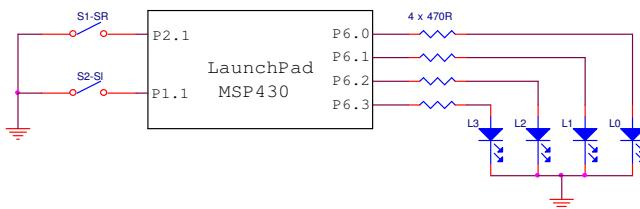

Figura 3.55. Sugestão para conexão de 4 leds ao LaunchPad.
EP 3.19. Este exercício é semelhante ao ER 3.15 que usava um contador de 4 bits construído com 4 *leds*. No presente exercício, não temos um contador, mas uma situação em que sempre há um *led* aceso. Escreva a sub-rotina RD_4SL que, de forma circular, move o *led* aceso para a esquerda (SL) ou para a direita (SR). Use a referência da Figura 3.55. Um acionamento de S1 (transição de aberta para fechada) corresponde ao giro para a direita e um acionamento de S2 (transição de aberta para fechada), corresponde a um giro para a esquerda. O programa parte com o *led* L0 aceso.
- S1 → (SR) girar para a direita
- S2 → (SL) girar para a esquerda